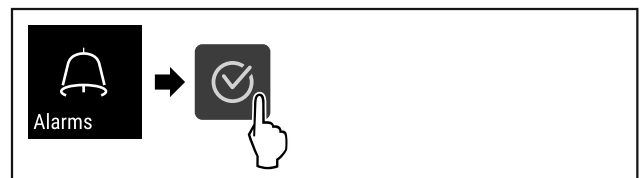

Fig. 105
- ▶ Obavite korake postupka (pogledajte Fig. 105) .